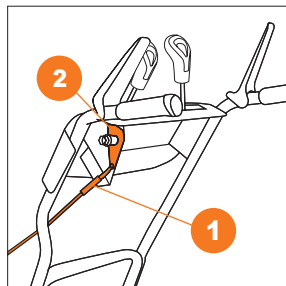

Рис. 26
- Присоедините трос регулировки дальности выброса **1** к кронштейну рычага управления **2** на панели оператора (Рис. 26).